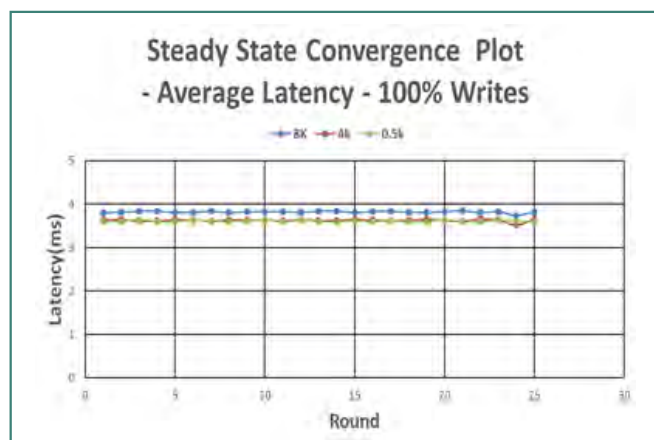

図4 A社 Latency Block Size
- Block Sizeが8KiB/4KiB/0.5KiBでのLatencyは、3.5ms～4msの応答性能であることが確認された(図4)。